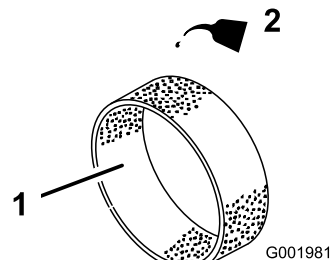

Bild 48
4. Tragen Sie 30 oder 60 ml des Öls auf das Element auf (Bild 48).